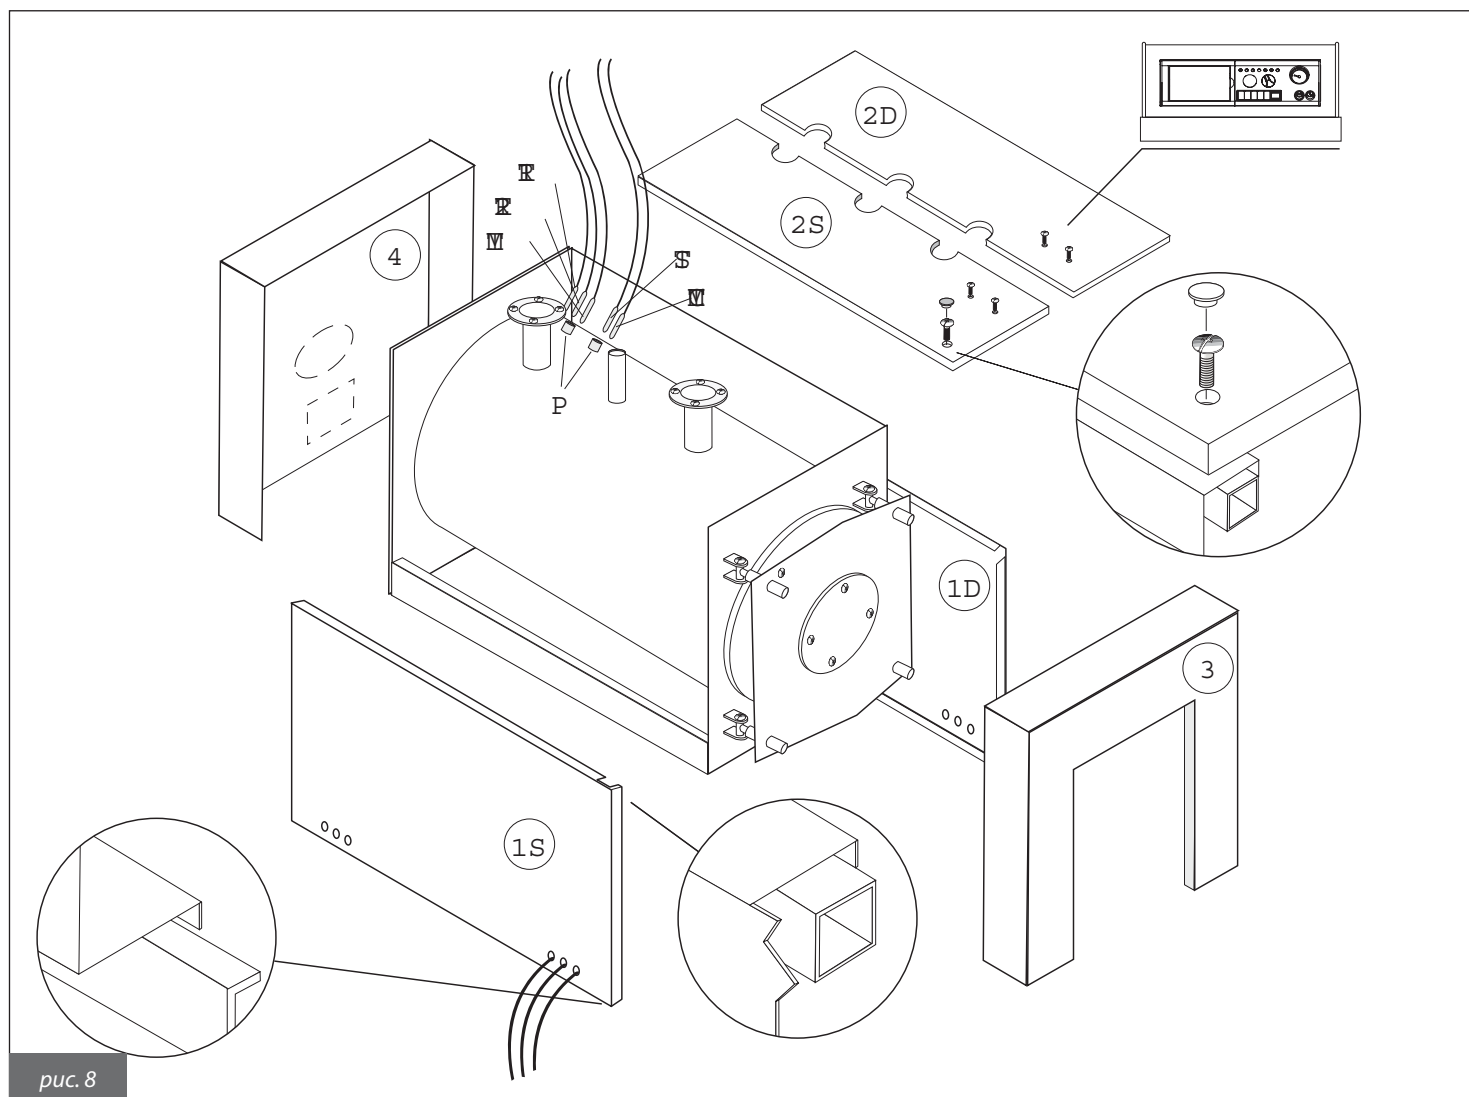

рис. 8
4.1. Облицовка котла для мод. 70÷400 (рис. 8)
- Закрепить верхние панели винтами и закрыть проходные отверстия заглушками (см. рис. 8).